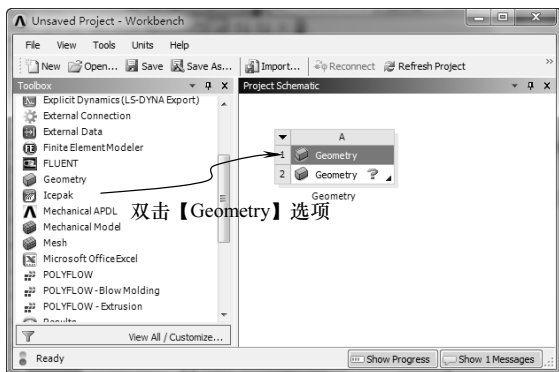

图 6-70 创建分析项目 A
3) 双击【Toolbox (工具箱)】中【Component Systems】下的【Geometry】选项，即可在【Project Schematic (项目管理区)】创建分析项目 A，如图 6-70 所示。